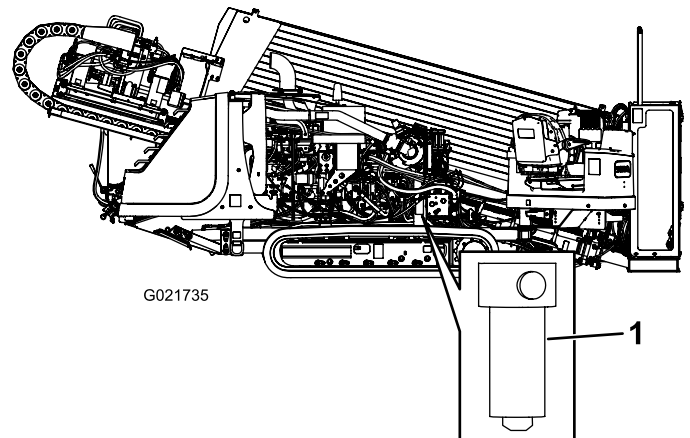

Figura 146
4. Com uma chave saca-filtro, remova o filtro de pressão hidráulica (Figura 146).